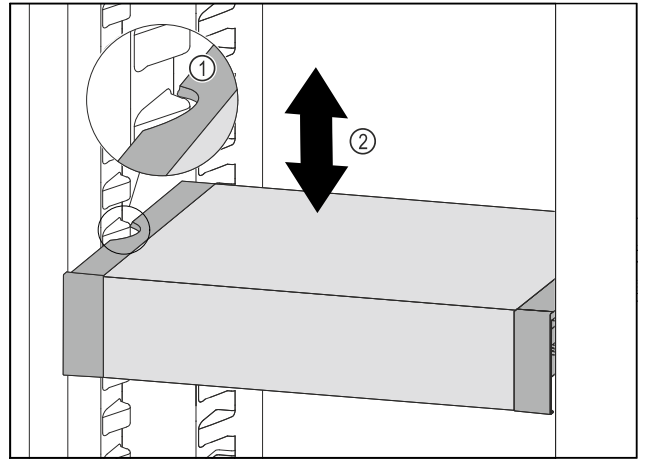

Fig. 92
- ▶ Потягнути VarioSafe вперед, поки бокові заглиблення VarioSafe не опиняться на рівні ребра для резервуара в охолоджувальному відділенні. Fig. 92 (1)
- ▶ Пересувайте VarioSafe вгору або вниз в охолоджувальному відділенні до тих пір, поки не досягнете бажаної висоти. Fig. 92 (2)